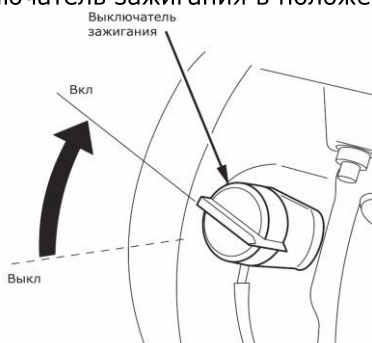

Рисунок 10
- Поставьте выключатель зажигания в положение «ON» (Рисунок 10)